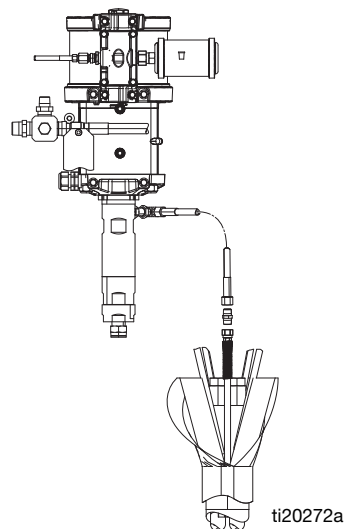

FIG. 20: Conexión de la bomba de limpieza
2. Conecte la manguera de limpieza corta de color morada desde la bomba de limpieza hasta la manguera de 1/4 npsm del conjunto. Utilice la boquilla de empalme de 1/4 pulg. que se incluye con el conjunto de mangueras para conectar las mangueras. Consulte la FIG. 20.